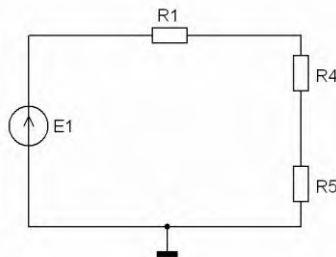

Рис. 1.8. Незвешенная электрическая цепь
2. Рассчитать токи ветвей и падения напряжения на резисторах для схем на рис. 1.8–1.10 в соответствии с номером варианта. Примеры вариантов приведены в табл. 1.1. Конкретные значения параметров варианта для каждой подгруппы задаются преподавателем. Если задано отрицательное значение параметра, то направление источника изменяется на противоположное по сравнению с обозначенным на схеме. Рассчитанные значения занести в табл. 1.2.
3. Для схем рис. 1.8–1.10 построить потенциальные диаграммы (для внешних и одного внутреннего контура).
1. Собрать схему, изображенную на рис. 1.8.